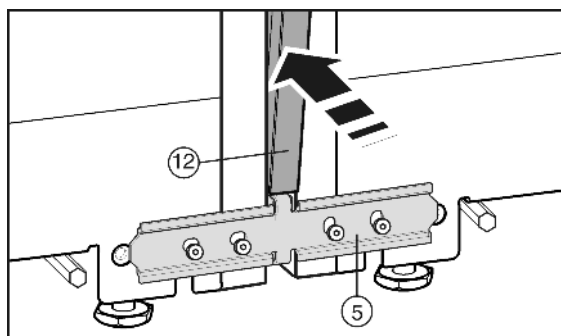

Fig. 9
Πριν την τοποθέτηση της ράβδου καλύμματος Fig. 9 (12) πιέστε και τις δύο προεξοχές σε όλο το μήκος. Η ράβδος θα μπορέσει να εισαχθεί ευκολότερα στο κενό. Για να πιέσετε τη ράβδο, χρησιμοποιήστε ένα μαλακό πανί, ώστε να αποφευχθούν βαθουλώματα στην επιφάνεια της ράβδου καλύμματος. Πιέστε τη ράβδο προσεκτικά και ευθεία μέσα στο κενό, ώστε τα επιτευχθεί η ιδανική σύνδεση.
- ▶ Στη μπροστινή πλευρά πιέστε τη μακριά ράβδο καλύμματος Fig. 9 (12) ώστε να εισέλθει στο κάθετο κενό. Προσέξτε, ώστε η ράβδος να βρίσκεται πάνω στο έλασμα σύνδεσης Fig. 9 (5).